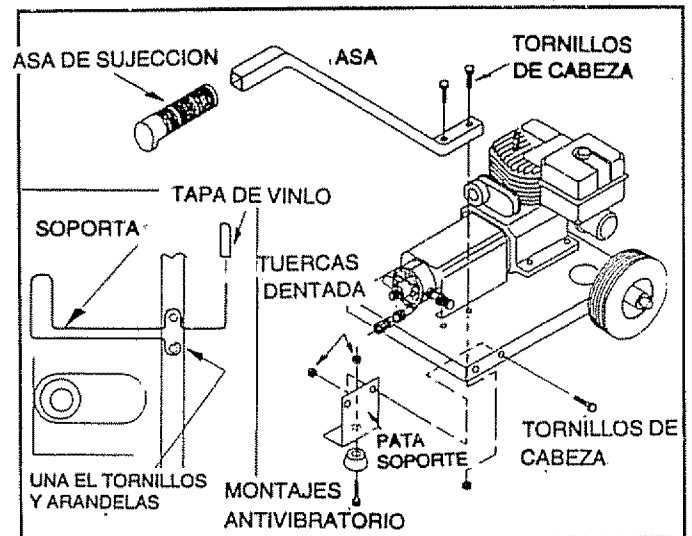

FIG. 2
- Unir las patas de soporte a la base como se muestra en la Fig. 2 con los tornillos de presión de cabeza hexagonal y las contratueras dentadas.
- Coloque el asidero de la manilla en el asa guía y luego una el asa guía a la base como se muestra en la Fig. 2 con dos tornillos de presión de cabeza hexagonal de M8-1 25 x 40mm y dos contratueras dentadas.